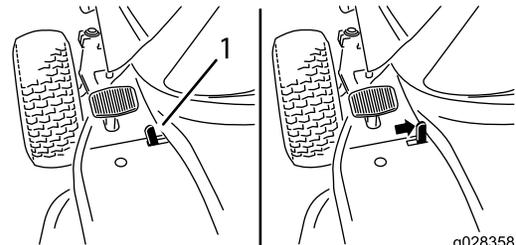

Bild 5
2. Stellen Sie den Feststellbremshebel nach rechts (Bild 5).
2. Stellen Sie den Feststellbremshebel nach links (Bild 5).